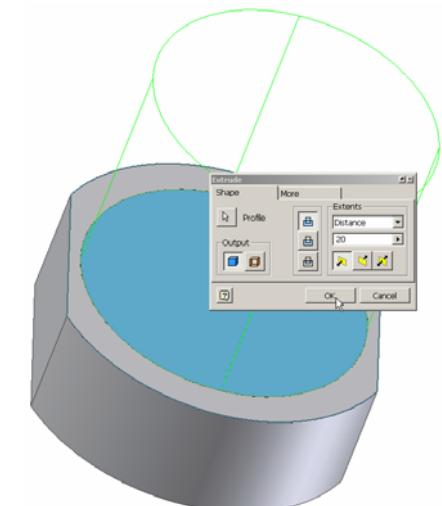

Figura 2.8.10.
- din lista **Extents** - opțiunea **Distance** - distanță de extrudare **10**, conturul de extrudare fiind automat preselectat la lansarea comenzi, prin afișarea acestuia într-o culoare specifică selecției, figura 2.8.10.